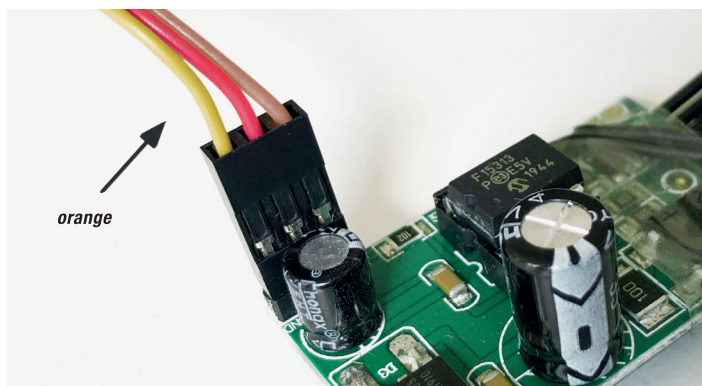

Bild 1 • Picture 1 • Image 1 • Imagen 1 • Foto 1
1. Servoanschluss: Bauen Sie den Servo an den vorgesehenen Halterungen mit zwei Schrauben ein, befestigen Sie die Schrauben nicht zu fest. Zunächst den Stecker des Servos auf die Platine stecken. Das braune Kabel muss dabei nach außen zeigen (Bild 1).
1. Conexión del servo: Instale el servo en los soportes suministrados con dos tornillos, no apriete demasiado los tornillos. Primero enchufe el conector del servo en la placa de circuito. El cable marrón debe apuntar hacia afuera (imagen 1).